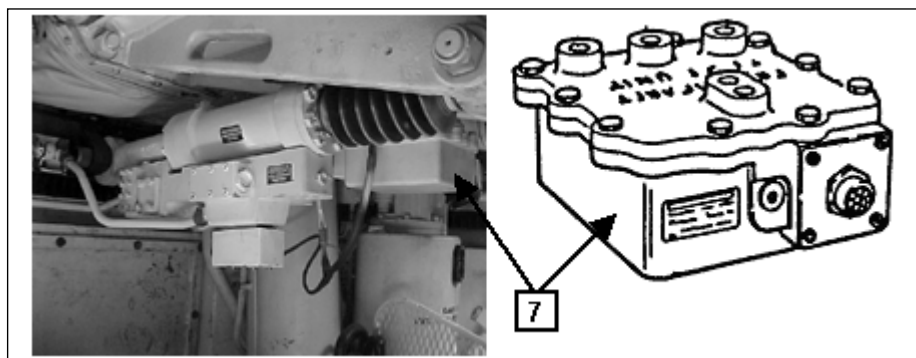

Fig 4-121. Sensores de giro
d. Sensores de giro ou giroscópios (Fig 4-121)
(1) Os sensores (7) de giro estão montados na parte inferior do reparo do Can, a esquerda da posição do At. Os sensores de giro possuem giroscópios que detectam alterações na elevação e direção da torre e tubo, enviando sinais elétricos para a unidade controladora.